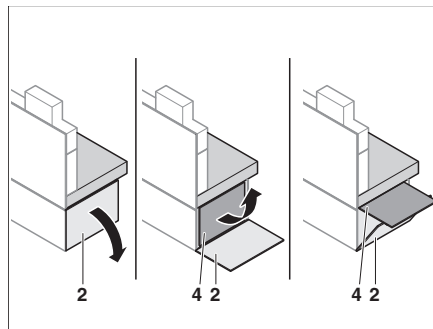
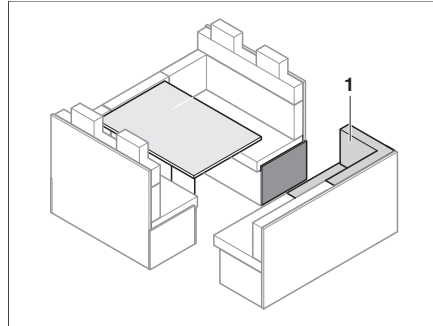
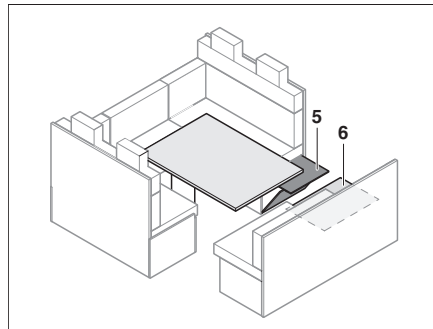

Bild 114 Sitzbankverlängerung ausklappen
Bild 116 Vor dem Vergrößern
Bild 118 Sitzbankverlängerung ausklappen
- Klappe (Bild 114,2) öffnen.
- Sitzbankverlängerung (Bild 114,4) nach oben klappen und mit Klappe (Bild 114,2) verkeilen.
- Sitzpolster (Bild 116,1) entfernen.
- Sitzbankverlängerung (Bild 118,5) nach oben klappen und verkeilen (Bild 114).
- Verstärkungsplatte (Bild 118,6) unter dem Sitzpolster (Bild 116,1) hervorholen und die Lücke zwischen Sitzplatzverlängerung und Seitensitzbank schließen.